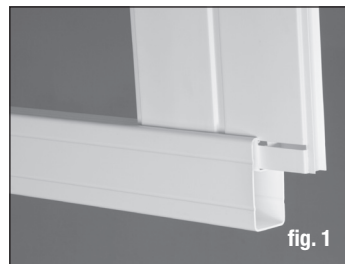

fig. 1
- Tome uno de los barandales y alinee una de las estacas en el canal del barandal. Deslice la estaca en el canal (fig. 1).